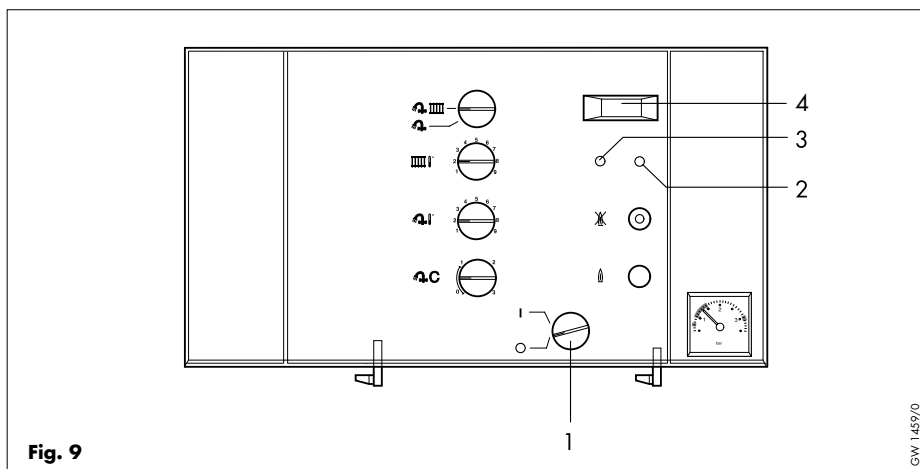

Fig. 9
- Druk de linker toets onder het displayvenster (4, fig 9) in en schakel gelijktijdig de hoofdschakelaar (1) in de stand "1" en hou de linker toets ingedrukt tot in het displayvenster de aanwijzing "P1" verschijnt. Dit kan bij een vervangen elektronische regelaar ca. 10 seconden duren.